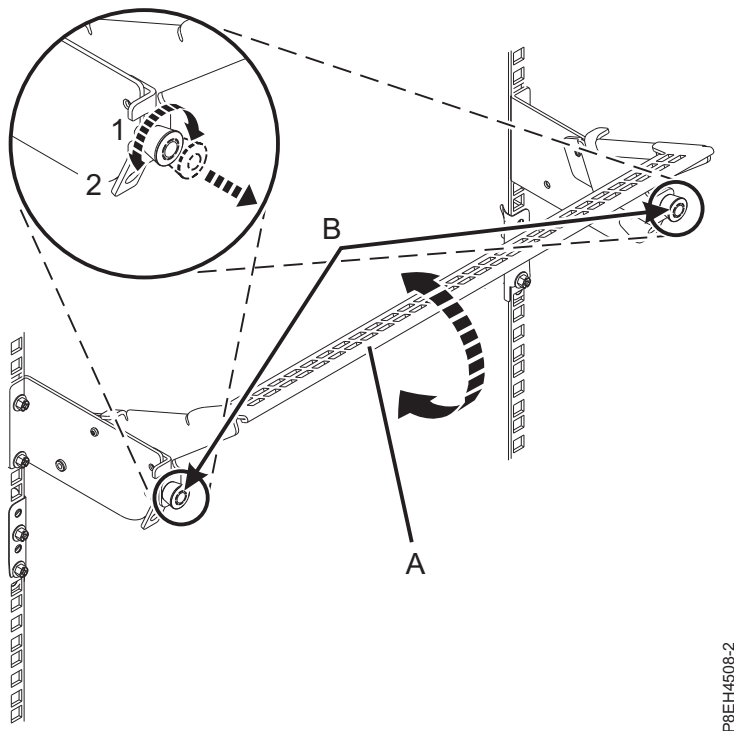

Abbildung 13. Kabelführungshalterung in Betriebsposition bringen
- a. Ziehen Sie die Bajonettverschlüsse (**B**) heraus und drehen Sie sie um, um sie zu lösen. Verschieben Sie die Kabelführungshalterung (**A**) währenddessen an ihre niedrigere Position(**2**). Siehe Abb. 13 auf Seite 16.